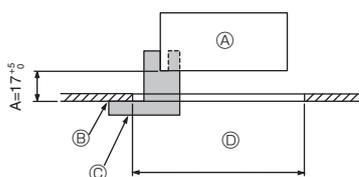
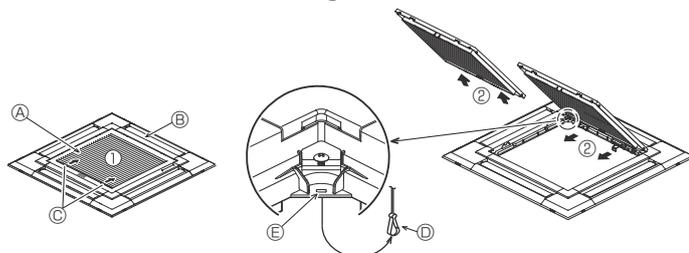
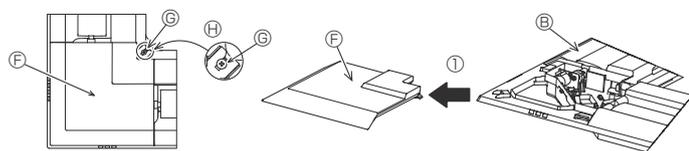

Fig. 9-2
Fig. 9-3
Fig. 9-4
①	Grille	1	950 × 950 (mm)
②	Modello per l'installazione	1	(Diviso in 4 parti)
③	Vite (4 × 16)	1	per PLP-6EAE, PLP-6EALME, PLP-6EALME
④	Pannello angolare i-see sensor	1	per PLP-6EAE, PLP-6EALME, PLP-6EALME
⑤	Telecomando senza fili	1	per PLP-6EALM, PLP-6EALME
⑥	Supporto del telecomando	1	Incluso se è in dotazione il telecomando wireless.
⑦	Batterie AA LR6	2	Incluso se è in dotazione il telecomando wireless.
⑧	Viti autofilettanti da 3,5 × 16	2	Incluso se è in dotazione il telecomando wireless.
9.2. Preparazione dell'attacco della griglia (Fig. 9-2)
- Utilizzando il modello ② fornito con questo kit, regolare e controllare la posizione dell'unità principale rispetto alla superficie del soffitto. Se l'unità principale non è posizionata correttamente rispetto alla superficie del soffitto, potrebbero derivarne perdite d'aria o la formazione di condensa.
- ④ Unità principale
- ⑤ Superficie del soffitto
- ⑥ Modello per l'installazione ② (inserito nell'unità principale)
- ⑦ Dimensioni apertura a soffitto
9.2.1. Rimozione della griglia di ingresso (Fig. 9-3)
- Far scorrere le leve nella direzione indicata dalla freccia ① per aprire la griglia di ingresso stessa.
- Con la griglia di ingresso in posizione "aperta", rimuovere la cerniera della griglia stessa, come indicato dalla freccia ②.
9.2.2. Rimozione del pannello angolare (Fig. 9-4)
- Allentare le 4 viti nell'angolo. Far scorrere il pannello angolare nella direzione della freccia ① in figura e rimuovere il pannello.
[Fig. 9-3] [Fig. 9-4]